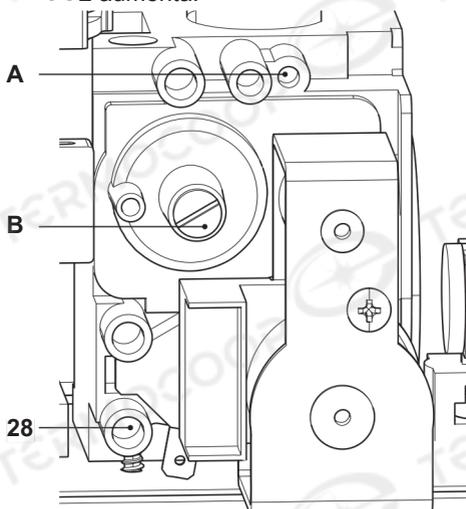

Figura 7.8
• A caldaia spenta (fuori servizio), controllare la pressione di alimentazione utilizzando la presa 28 in Figura 7.8 e confrontare il valore letto con quelli riportati nella tabella Pressioni di alimentazione gas nella sezione "Dati tecnici M275V.2024 SM" a pag. 24, "Dati tecnici M275V.2428 SM" pag. 28 e "Dati tecnici M275V.2832 SM" pag. 32.
• Richiudere bene la presa di pressione 28 in Figura 7.8.
- Per tarare il **CO₂** della caldaia (pressione del gas al bruciatore) svitare completamente il tappo in ottone di protezione **B** e agire sulla vite a brugola \varnothing 4 mm sottostante Figura 7.8, girando in senso orario il **CO₂** aumenta.
- Se i due dati non coincidono agire sulla vite regolazione massimo RQ (**A** in Figura 7.8) della valvola gas e tarare il **CO2** allo stesso valore riportato nella sezione "Dati tecnici M275V.2024 SM" a pag. 24, "Dati tecnici M275V.2428 SM" pag. 28 e "Dati tecnici M275V.2832 SM" pag. 32.